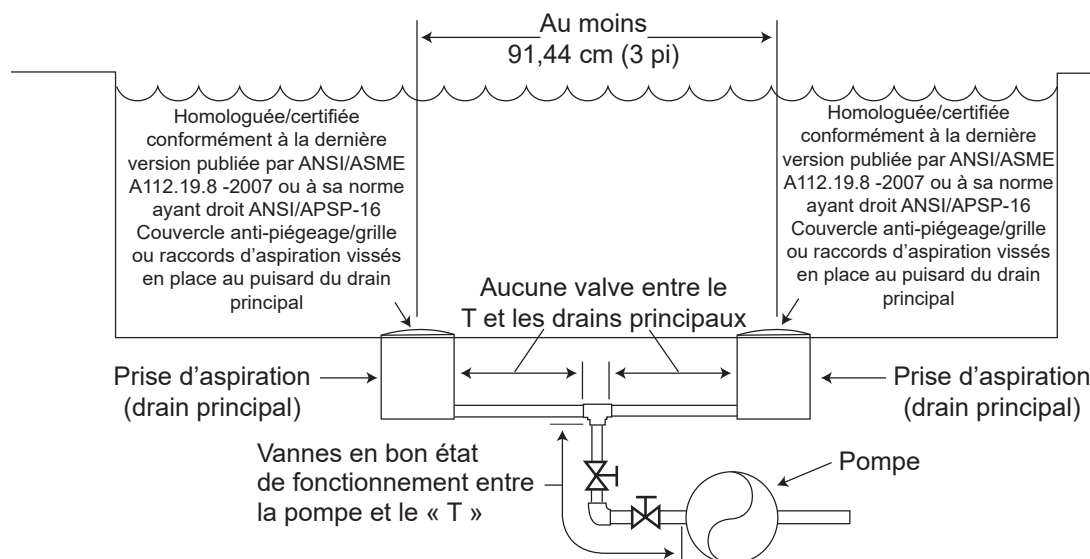

Figure 1. Nombre de sorties d'aspiration par pompe
Nombre de sorties d'aspiration par pompe - Fournir aux moins deux (2) drains principaux hydrauliquement équilibrés avec les couvercles, en tant que sorties d'aspiration pour chaque conduite d'aspiration de pompe. Les centres des drains principaux (sortie d'aspiration) sur n'importe quelle conduite d'aspiration doivent être situés à au moins 90 cm (3 pi) de distance, centre à centre. Se reporter à la Figure 1.
Le système **doit** être construit pour inclure au moins deux (2) prises d'aspiration (drains) raccordées à la pompe lorsqu'elle fonctionne. Cependant, si deux (2) drains principaux deviennent une seule conduite d'aspiration, celle-ci peut être dotée d'une valve qui verrouille les deux drains principaux de la pompe. Le système sera construit de manière à ne pas permettre un verrouillage séparé ou indépendant, ni l'isolation de chaque drain. Se reporter à la Figure 1.